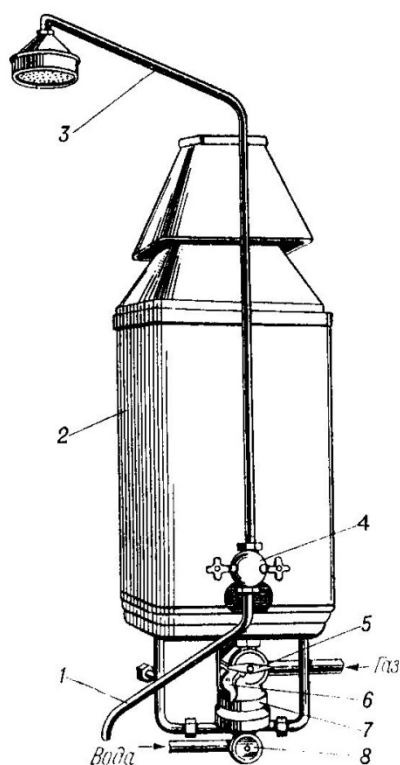

Рис. 5. Водонагреватель ВВК:
*Водонагреватели ВВК.-5 и ВВК-3* (рис. 5) — автоматические аппараты с многоточечным водоразбором. Система теплообмена в них аналогична системе теплообмена аппаратов КГ. Водонагреватели снабжены теплообменником с развитой огневой камерой, двухрядным калорифером и двухзаходным змеевиком. Аппараты ВВК-5 рассчитаны на сжигание искусственного (сланцевого) газа и имеют трубчатую диф-